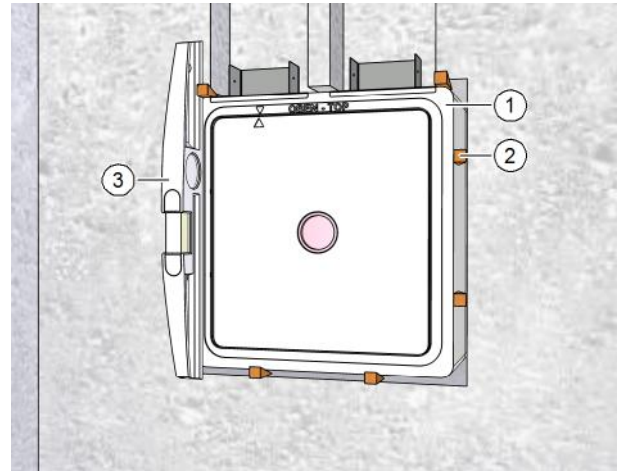

Abb. 16: Mauerkasten fixieren
- ▶ Fixieren Sie den Mauerkasten (Pos. 1 in Abb. 16) mit Keilen bzw. Luftkissen (Pos. 2 in Abb. 16) im Mauerdurchbruch.
- ▶ Richten Sie mit Hilfe der Wasserwaage (Pos. 3 in Abb. 16) den Mauerkasten lotrecht und bündig zur Wand aus.